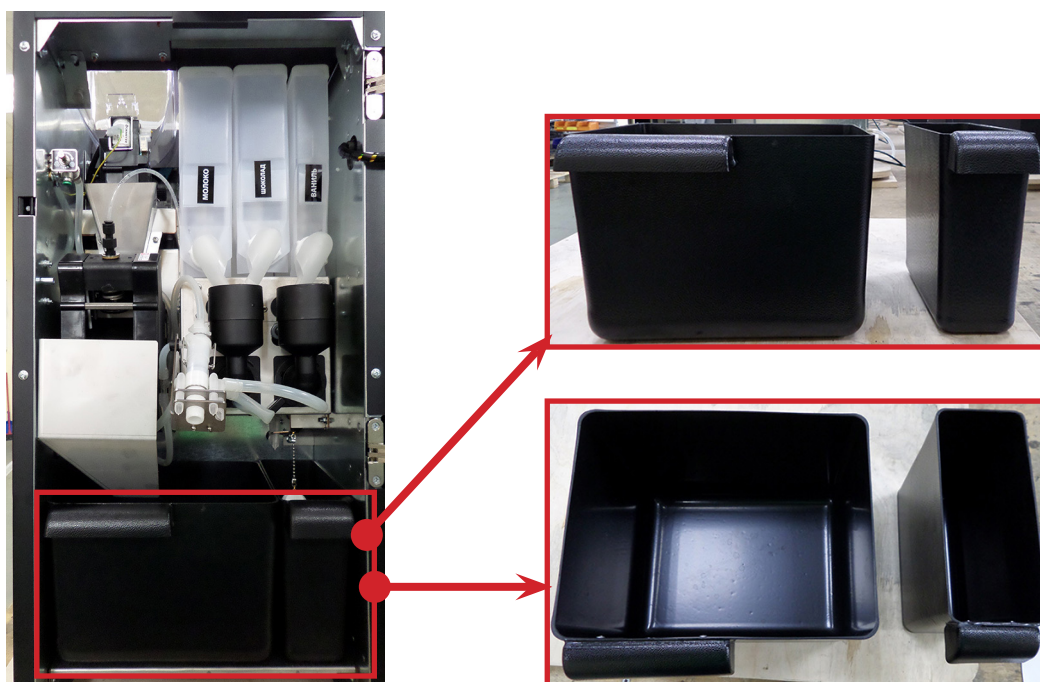

Рисунок 25
3. Поднимите вверх и зафиксируйте держатель с соплами выдачи напитков (см.рис.25).
4. Вытащите из автомата контейнеры для отходов (см.рис.25).